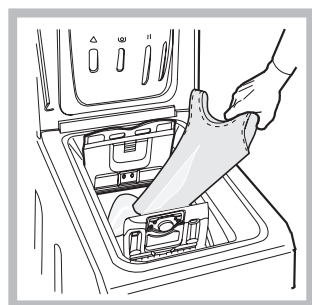

Fig. 3
**C) Introduisez le linge (Fig. 3).**